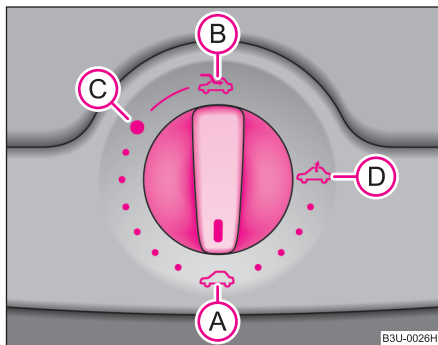

Fig. 31 Comutator rotativ pentru trapa/plafonul glisant electric
Trapa/plafonul glisant se poate deschide și închide când contactul este pus, de la comutatorul rotativ ⇒ fig. 31. Comutatorul rotativ are mai multe poziții.
- Rotiți comutatorul în poziția (C) ⇒ fig. 31.
- Rotiți comutatorul în poziția **A** ⇒ pagina 52, fig. 31.
Plafonul glisant este prevăzut cu protecție la suprasolicitare. Trapa se oprește și se întoarce câțiva cm., dacă întâlnește un obstacol (de ex. gheață). Puteți închide trapa fără activarea protecției la suprasolicitare apăsând comutatorul în poziția **A** ⇒ pagina 52, fig. 31 în față sau în spate, până când trapa se închide complet ⇒
După fiecare acționare de urgență (cu manivela) trapa trebuie adusă în poziția de bază. De aceea trebuie să amplasați comutatorul în poziția **A** ⇒ pagina 52, fig. 31 și să îl apăsați cca. 10 secunde. ■